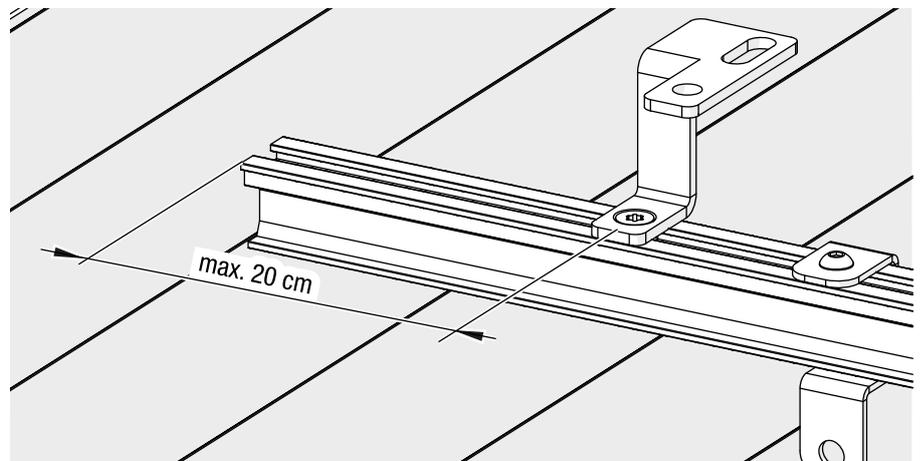

Abb. 41: Abhängeabstand zum Schienenende (exemplarisch obenliegende Seilführung)
- è Befestigen Sie einen Abhängepunkt mit maximal 20 cm Abstand von der Mitte der Abhängung bis zum Schienenende (siehe Abb. 41).